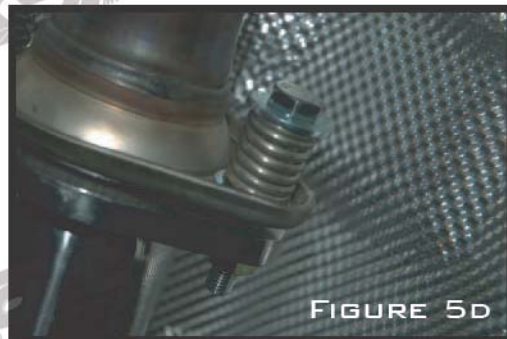

FIGURE 5D
D) FINISH ALIGNING THE RACEPIPE, ENSURING THAT THE GASKETS ARE CENTERED PROPERLY AND SEATED. TIGHTEN THE BOLTS ON THE FRONT AND REAR FLANGE SO THE SPRINGS HAVE AROUND 1MM SPACE BETWEEN THE COILS. INSTALL JAMB NUTS ON THE REAR BOLTS AS SHOWN IN **FIGURE 5D**.